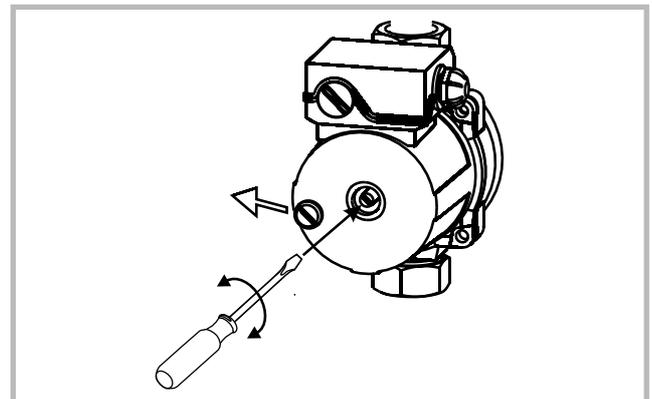

Figure 26 - Dégrillage du circulateur
- A la mise en service il est conseillé de vérifier que le(s) circulateur(s) tourne(nt) librement (fig. 26).